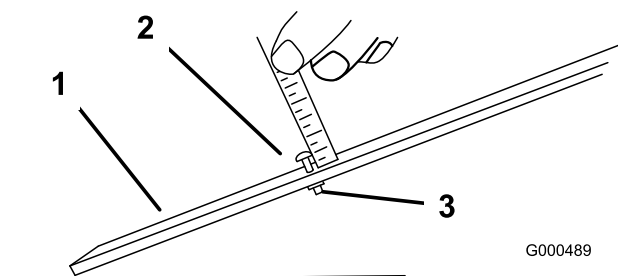

Figura 50
3. Allentate il dado sulla barra di misura (Figura 50) e posizionate la vite di regolazione all'altezza di taglio opportuna. La distanza tra l'estremità inferiore della testa della vite e la parte frontale della barra corrisponde all'altezza di taglio.